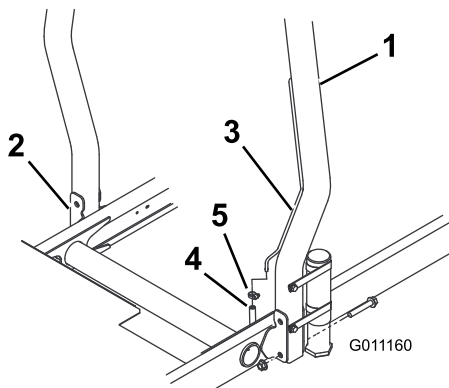

図 12
1. ROPS を機体の固定穴に差し込み、取り付け穴を整列させる。ROPSについている換気管が機体の左側にくるように配置すること (図 12)。
- ROPS のそれぞれの側をフランジヘッド・キャップ スクリュとロックナット (各 2) で固定する (図 12)。60 ft-l bs (8.3 kg.m) にトルク締めする。